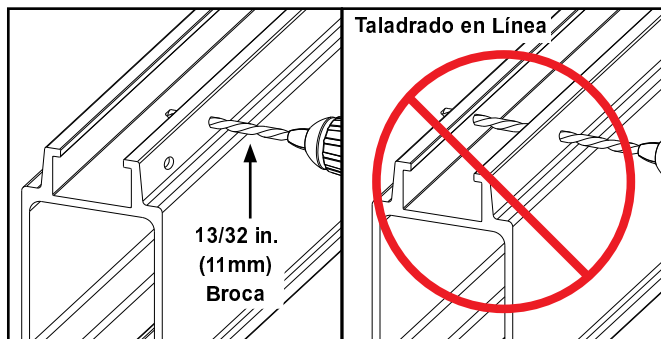

Figura 3-87
- Paso 2. Haga 2 barrenos usando broca 13/32 in (11 mm) . No haga los orificios en línea. Vea Figura 3-87.